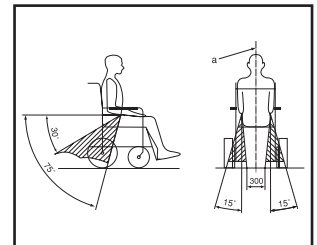

Abbildung 4
- Der Hüftgurt sollte unterhalb der Taille des Benutzers entlanglaufen (siehe Abbildung 4), wobei der Winkel zwischen Gurt und Bodenfläche 30° bis 75° betragen sollte (ein größerer Winkel ist wünschenswert).